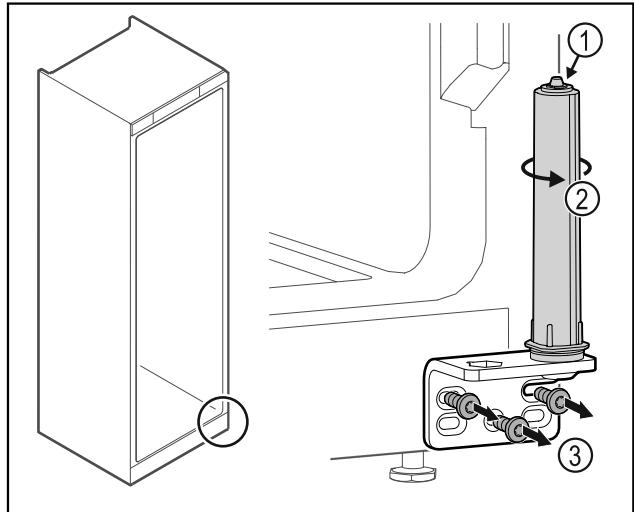

Fig. 34
- Neizjauciet durvju slēgšanas sistēmu Fig. 34 (1).
- Pagrieziet slēgšanas sistēmu Fig. 34 (2), līdz tā noklikšķ.
- Noskrūvējet lokāmos kronsteinus Fig. 34 (3).